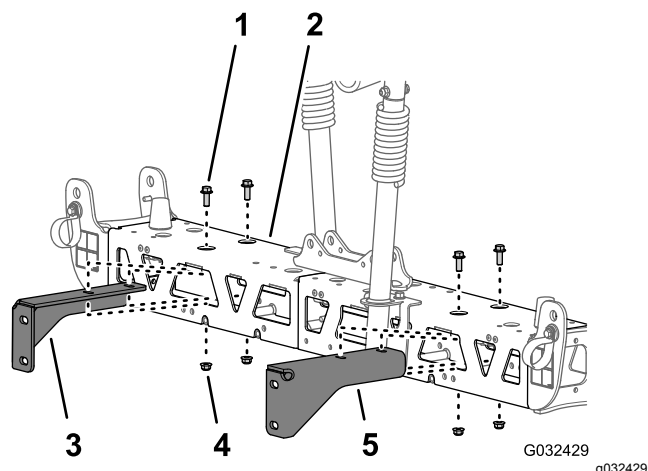

Рисунок 51
- Отверните 2 болта с фланцевыми головками (3/8 x 1 дюйм) и 2 фланцевые контргайки (3/8 дюйма), которые крепят опорный кронштейн к средней секции опрыскивателя, и снимите кронштейн (Рисунок 51).
- Отверните 2 болта с фланцевыми головками (3/8 x 1 дюйм) и 2 фланцевые контргайки (3/8 дюйма), которые крепят другой опорный кронштейн к средней секции опрыскивателя, и снимите кронштейн (Рисунок 51).